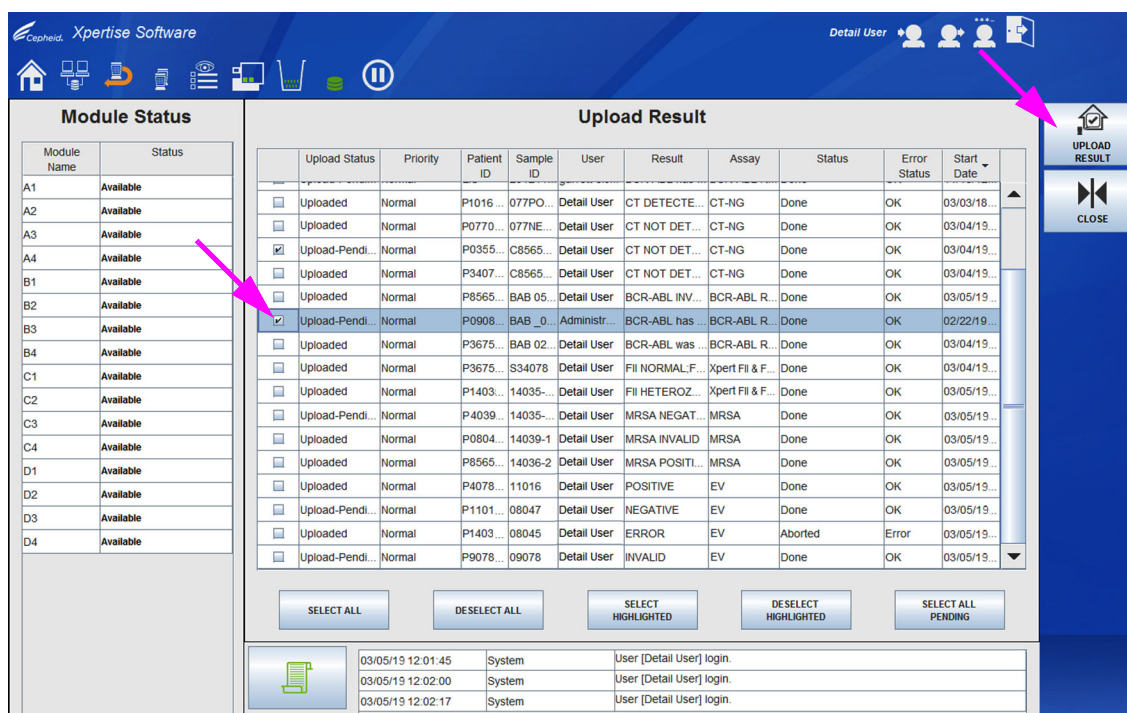

图 5-189. 显示已完成的测试可以上载至主机的上载结果 (Upload Result) 工作区
1. 在查看结果 (View Results) 工作区，选择**上传结果 (UPLOAD RESULT)** 按钮（请参见图 5-188）。出现上传结果 (Upload Result) 工作区，显示一系列完成的测试。请参见图 5-189。
3. 选择**上载结果 (UPLOAD RESULT)**按钮，将所选测试结果上载到主机。请参见图 5-189。